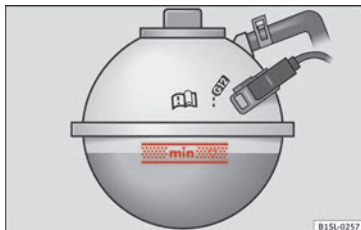

Bild 244 I motorrummet: Markering på expansionstanken
- När motorn är kall ska du kontrollera kylvätskenivån med hjälp av markeringen på sidan av expansionstanken » » bild 244.
- Fyll endast på **ny** kylvätska som motsvarar SEAT:s specifikationer » » sidan 271 » » ❶.
- Kylvätskenivån ska ligga mellan markeringarna på expansionstanken för kylvätska » » bild 244. **Överskrid inte det markerade områdets högsta nivå » » ❶.**
- Om du, vid en nödsituation, inte har något kylmedel som uppfyller de nödvändiga specifikationerna » » sidan 271, ska du aldrig använda en annan typ av tillsats. Fyll istället på med **enbart destillerat vatten** » » ❶. Fyll se-
- Späd endast till det markerade områdets högsta nivå » **bild 244**. Annars kommer överskottet av kylmedlet att tryckas ut ur kylsystemet när motorn är varm och orsaka skador.